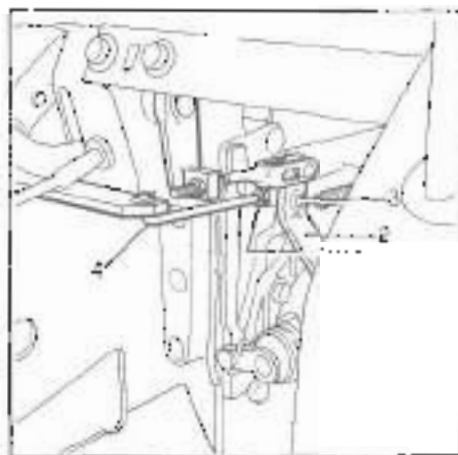

Fig. 19 • Bild 19
- 4 Se la regolazione del pedale non dà risultati positivi, far smontare e verificare l'intera frizione presso un'officina specializzata (vedere dettaglio di smontaggio in fig. 19).
Se i freni slittano o la corsa a vuoto del pedale diviene eccessiva (superiore a 20 mm) regolare i tiranti di comando destro e sinistro (4) nel modo seguente (vedere la fig. 19):
1. Allentare il contro dado (1) in prossimità della leva di comando apertura ceppi (2).
2. Avvitare il dado di regolazione (3) fino ad ottenere una corsa a vuoto del pedale inferiore a 20 mm.
3. Serrare nuovamente il contro dado (1).
If brakes tend to slip or the pedal idle travel is found excessive (exceeding 20 mm) adjust the right h and left h control rods (4) as outlined (see fig. 19).
1. *Unloose jam nut (1) close to shoe opening lever (2).*
2. *Tighten set nut (3) until the pedal idle stroke obtained does not exceed 20 mm.*
3. *Secure jam nut (1) again.*
En cas de patinage ou si la course à vide de la pédale s'avère excessive (supérieure à 20 mm), procéder au réglage des tringles droite et gauche (4) comme indiqué (voir fig. 19):
1. Desserrer le contre-écrou (1) à proximité du levier d'ouverture des sabots (2).
2. Serrer l'écrou (3) jusqu'à ce qu'une course libre de la pédale au-dessus de 20 mm ne soit obtenue.
3. Ré-serrer le contre-écrou (1).
Sollten die Bremsen rutschen oder der freie Pedalweg zu lang werden (über 20 mm), die Steuergestänge Links und rechts (4) wie folgt einstellen (siehe Bild 19).
1. *Die Gegenmutter (1) nahe dem Steuerhebel zum Öffnen der Bremsbacken (2) lösen.*
2. *Die Einstellmutter (3) bis zur Erreichung eines freien Pedalweges niedriger als 20 mm anschrauben.*
3. *Die Gegenmutter (1) wieder anziehen.*